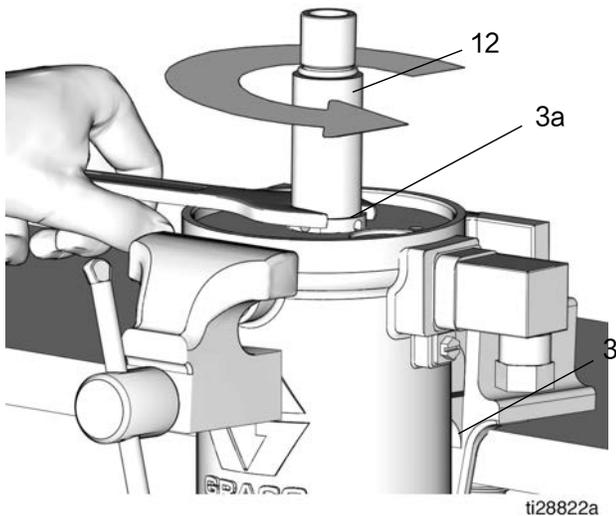

图 16
13. 拧松螺母 (3a)，将泵气缸 (12) 从气动马达气缸 (3) 上卸下 (图 16)。